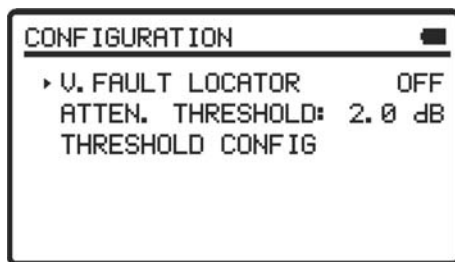

Figure 5.- Écran CONFIGURATION.
- 3.- Appuyez sur **SEL**  [4] pour entrer a l'écran (voir figure 5).